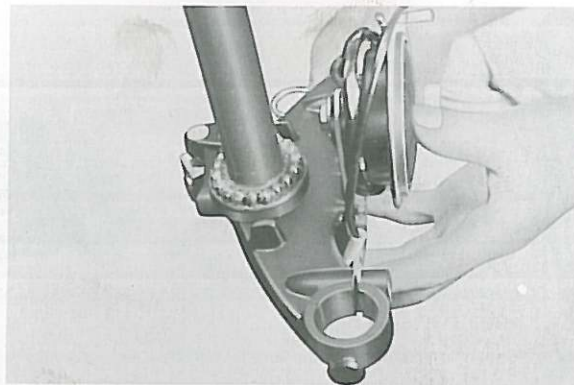

Fig. 5-7-6
12. Remove bracket while being very careful not to lose any bearings from the lower assembly. (Fig. 5-7-6)
12. Enlever l'étrier inférieur portant la tige de direction, en faisant très attention de n'égager aucune des billes du roulement inférieur. (Fig. 5-7-6)
12. Gabelführung abnehmen; dabei sehr vorsichtig vorgehen, damit keine Kugeln des unteren Lagers verloren gehen. (Fig. 5-7-6)